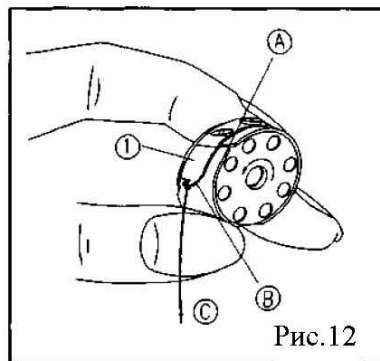

Рис.12
1. Установите шпулю в шпульный колпачок так, чтобы нить наматывалась по часовой стрелке (Рис.12)